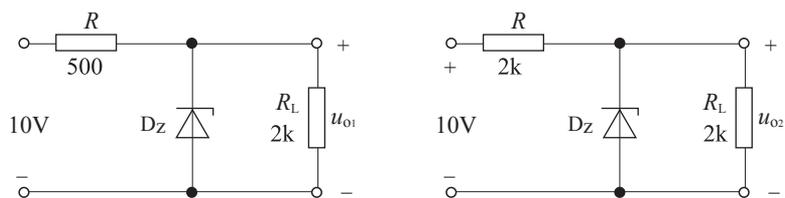

图 T2
- 已知稳压管的稳压值  $U_Z=6 \text{ V}$ ，稳定电流的最小值  $I_{Z\text{min}}=5 \text{ mA}$ 。求图 T2 所示电路中  $u_{o1}$  和  $u_{o2}$  的值。